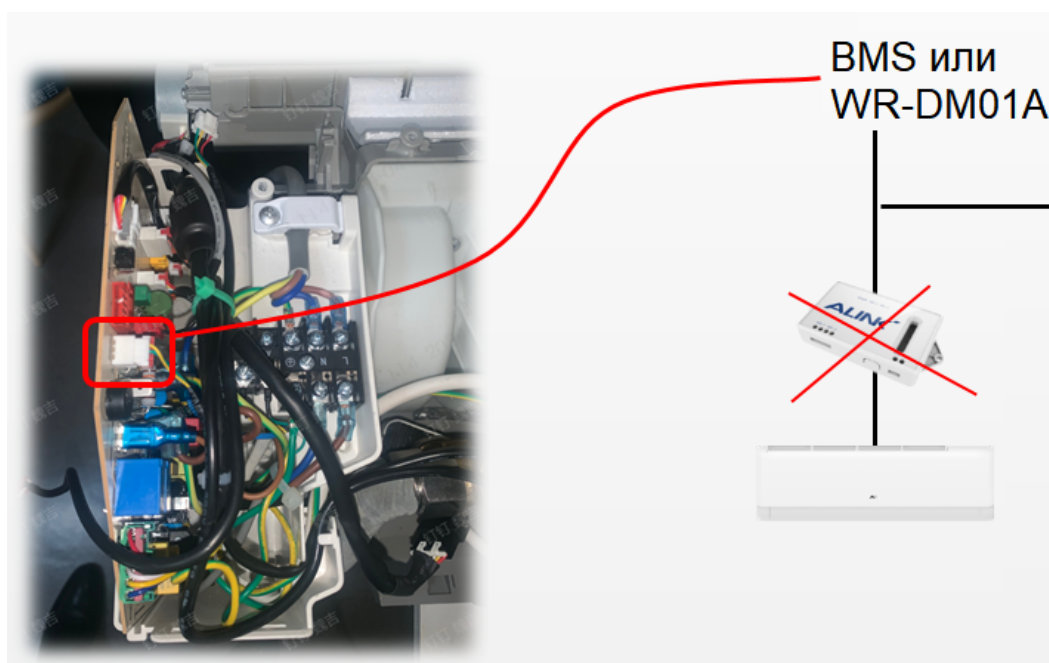

Рис.13
- При подключении настенных фанкойлов моделей *IWF- X(...)*22 KW-A к центральному пульту WR-DM01A или в системе диспетчеризации здания (BMS) по протоколу MODBUS дополнительные шлюзы (Gateways) не требуются (рис.13)